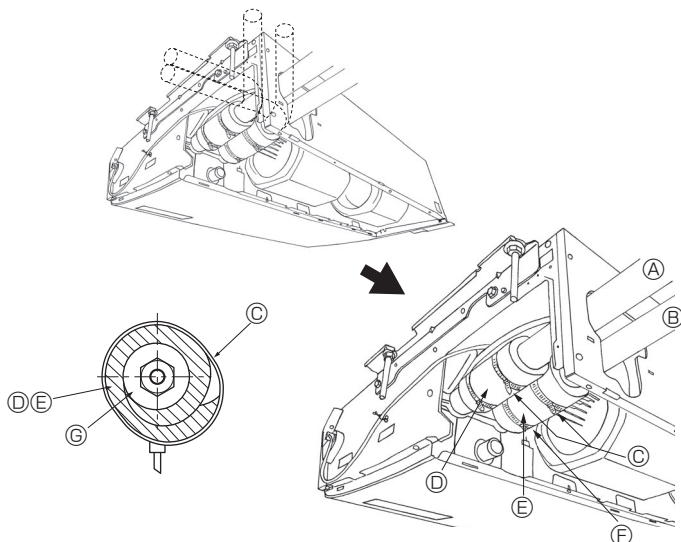

Fig. 4-3
4.3. Innendørsenhet (Fig. 4-3)